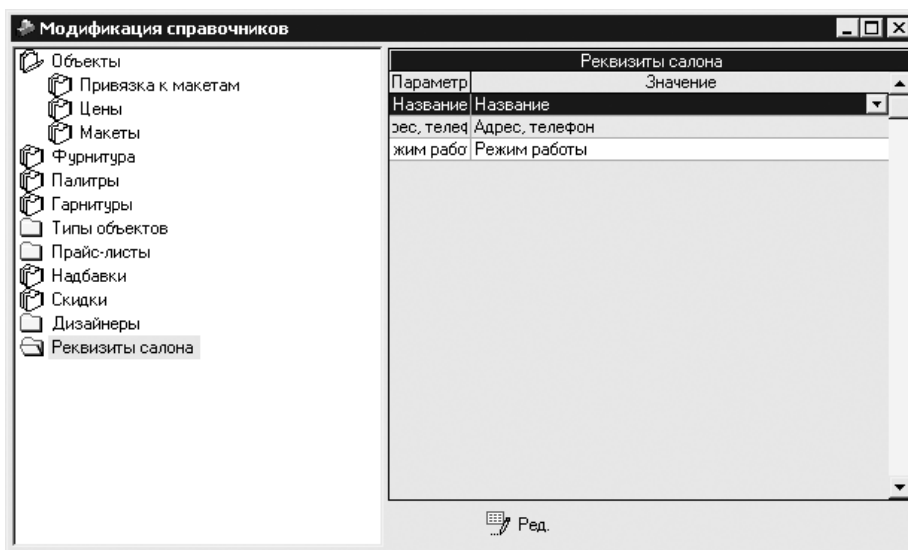

Рис. 8.26
1. В левой части окна **Модификация справочников** щелкнуть кнопкой мыши на папке **Реквизиты салона** — папка откроется и в правой части окна отобразятся параметры, которые можно редактировать (рис. 8.26).